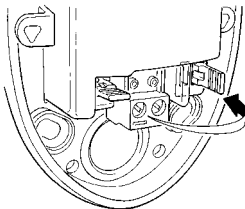

Figure 69
- ILes connexions volantes non utilisées doivent être placées dans le compartiment prévu à cet effet pour pouvoir être réutilisées dans le futur (Figure 69).